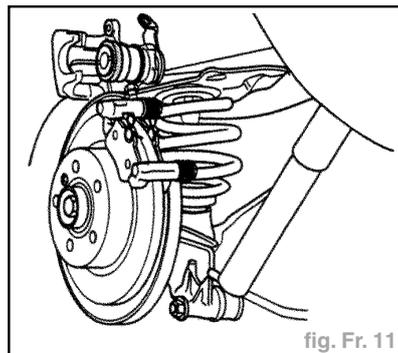

fig. Fr. 11
- Dévisser les vis de fixation du boîtier d'étrier de frein (fig. Fr. 11).